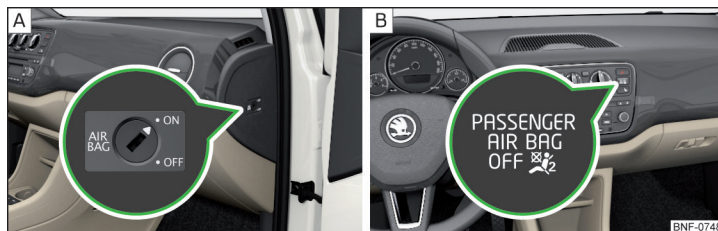

Fig. 11 Nøglekontakt til forsædepassagerens frontairbag / Kontrollampe til forsædepassagerens frontairbag
Forsædepassagerens frontairbag kan frakobles med nøglekontakten » Fig. 11 på side 16 – [A].
Nøglekontakts positioner » Fig. 11 – [A]
**ON** Forsædepassagerens frontairbag er tilkoblet – kontrollampen **OFF** 🚗 lyser **ikke** efter tilslutning af tændingen » Fig. 11 – [B].